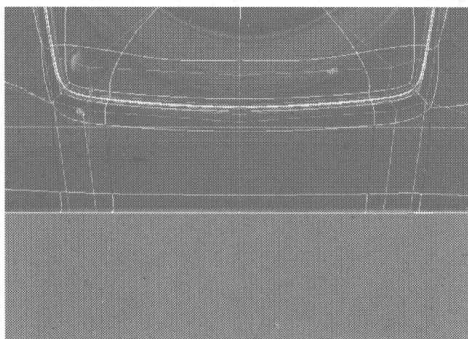
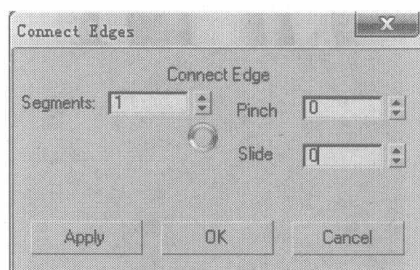

图 6.316
图 6.317
- 02** 在 Front 视图中选择如图 6.316 所示的边线，在 Edit Edges 卷展栏中单击 **Connect** 右侧的小按钮，在弹出的对话框中设置添加细分线的参数，如图 6.317 所示，并用缩放工具将此细分线进行平行缩放。